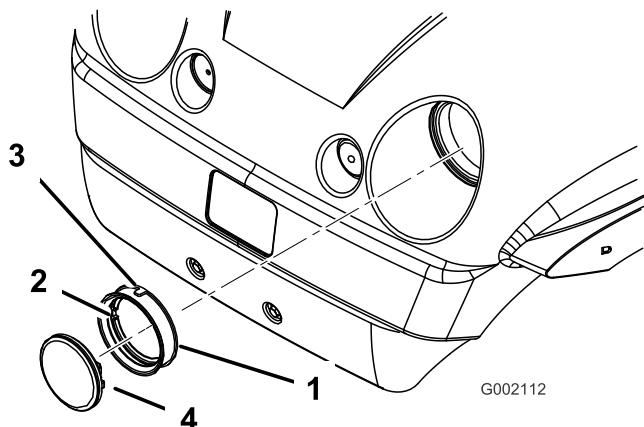

Figure 40
- Déposez le joint en caoutchouc qui entoure le phare (Figure 40). Mettez le phare au rebut.
- Placez l'encoche située à l'intérieur du joint en face de l'encoche du phare neuf (Figure 40). Placez le joint sur le phare jusqu'à ce qu'il tienne bien en place.